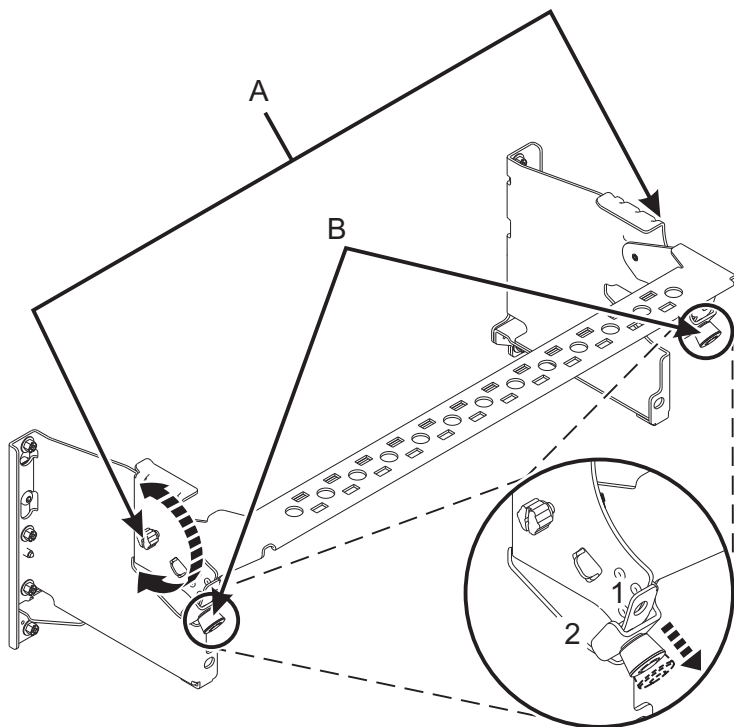

Figura 36. Col·locació de la peça de subjecció portacables en posició operativa
6. Poseu la peça de subjecció portacables en posició operativa. Consulteu la Figura 36 a la pàgina 36.